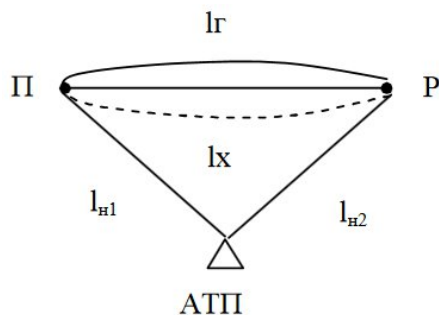

Рис.1. Схема маятникового маршрута, с обратным не груженым пробегом
1. $S_{\text{микро}} = \{П; P; M; A_{Э}; T_{С}\}$ (1)
2. $A_{Э} = 1$, т.к. $\frac{Q_{\text{план}}}{Q_{\text{день}}} \leq 1$ (2)
3. $T_{С} \geq T_{Н.Ф.}$ (3)
4. $M = 1$ маятниковый маршрут, с обратным не груженым пробегом (рис. 1) (4)